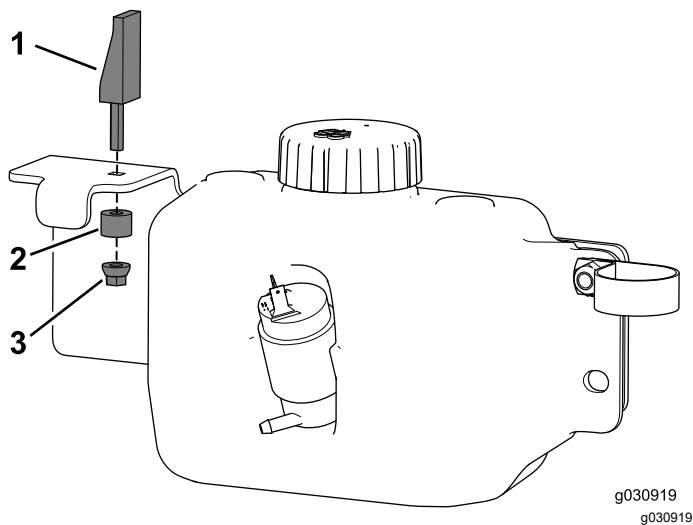

Figura 45
- Instale o conjunto do trinco à montagem do depósito (Figura 45).